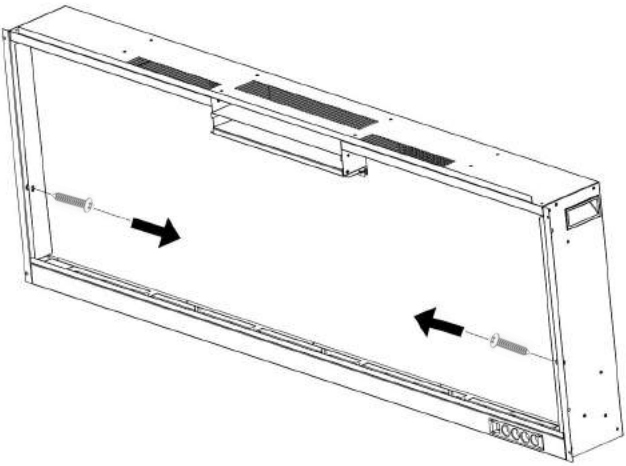

Fig. 2-1
A. Retire los tornillos (1 por lado) de los laterales de la chimenea. Ponga los tornillos a un lado (Fig. 2-1)